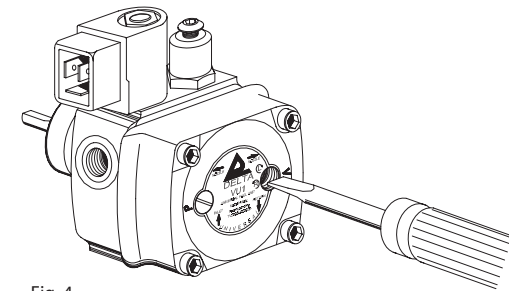

Fig. 4
- Turn it 90° up to the stop, to change the rotation (Fig. 4).
- Girare la vite di 90° fino al bloccaggio, per cambiare il senso di rotazione (Fig. 4).
- La tourner de 90° jusqu'au blocage, pour permettre une rotation dans le sens contraire (Fig. 4).